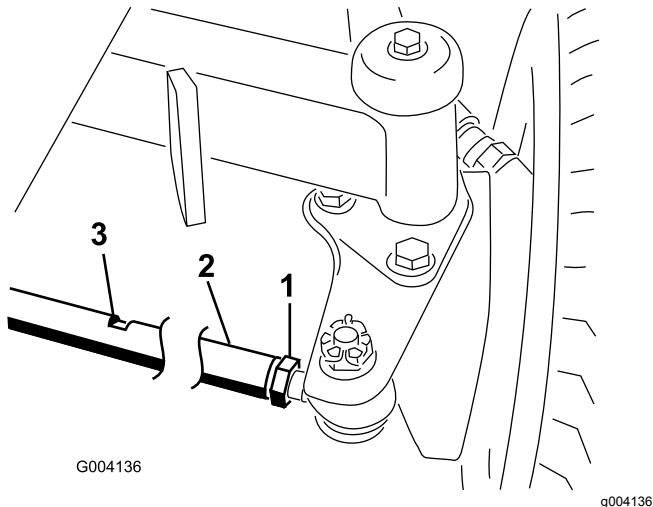

図 83
2. 各タイロッド図 83 の端についているジャムナットをゆるめる。